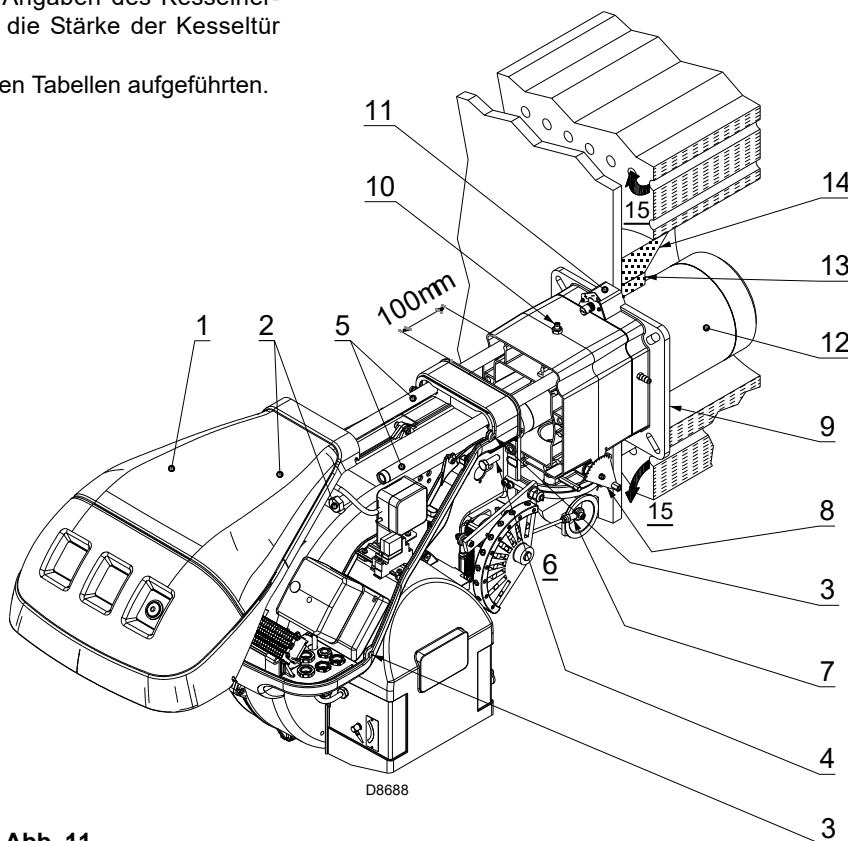

Abb. 11
Für Heizkessel mit vorderem Rauchumlauf 15) oder mit Flammenumkehrkammer muss eine Schutzschicht aus feuerfestem Material 13), zwischen feuerfestem Material des Heizkessels 14) und Flammrohr 12) ausgeführt werden. Diese Schutzschicht muss so angelegt sein, dass das Flammrohr ausbaubar ist. Siehe Abb. 11.
Dann den Flammkopf vom übrigen Brenner trennen, Abb. 11.
Nach dem Ausführen dieses eventuellen Vorgangs den Flansch 11) (Abb. 11) an der Heizkesselplatte befestigen, und die mitgelieferte Isolierdichtung 9) (Abb. 11) einfügen.
- den Brenner auf den Führungen 3) etwa 100 mm von Muffe 4) - Brenner in der in Abb. 11 gezeigten Position montieren;